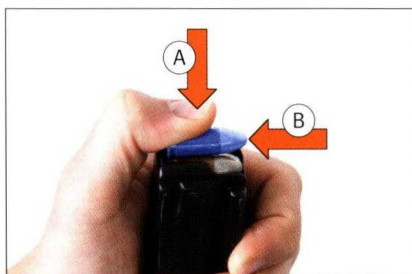

Abb. 44: Magazin füllen
2. Patrone unter die Magazinlippen drücken (Abb. 44).
3. Patrone bis zum Anschlag nach hinten schieben (Abb. 44).